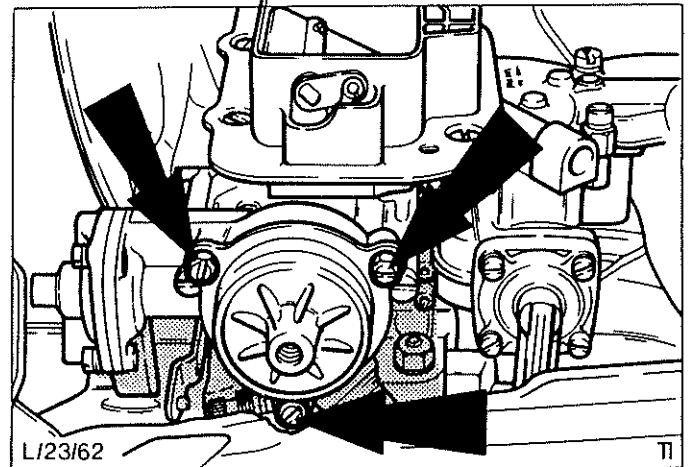

Abb.37 Befestigungsschrauben - Thermofedergehäuse (Registervergaser gezeigt, Wassergehäuse - Startautomatik zur Verdeutlichung abgebaut)
4. Schrauben (3) entfernen und Thermofedergehäuse komplett abbauen, Abb.37. Abschirmscheibe entfernen.